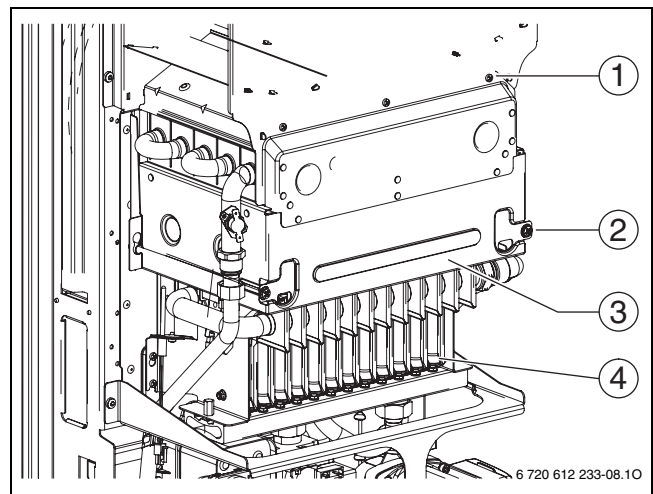

Bild 80 Brenner öffnen
- Vorderwand der Brennkammer und Brenner abnehmen (→ Bild 80).